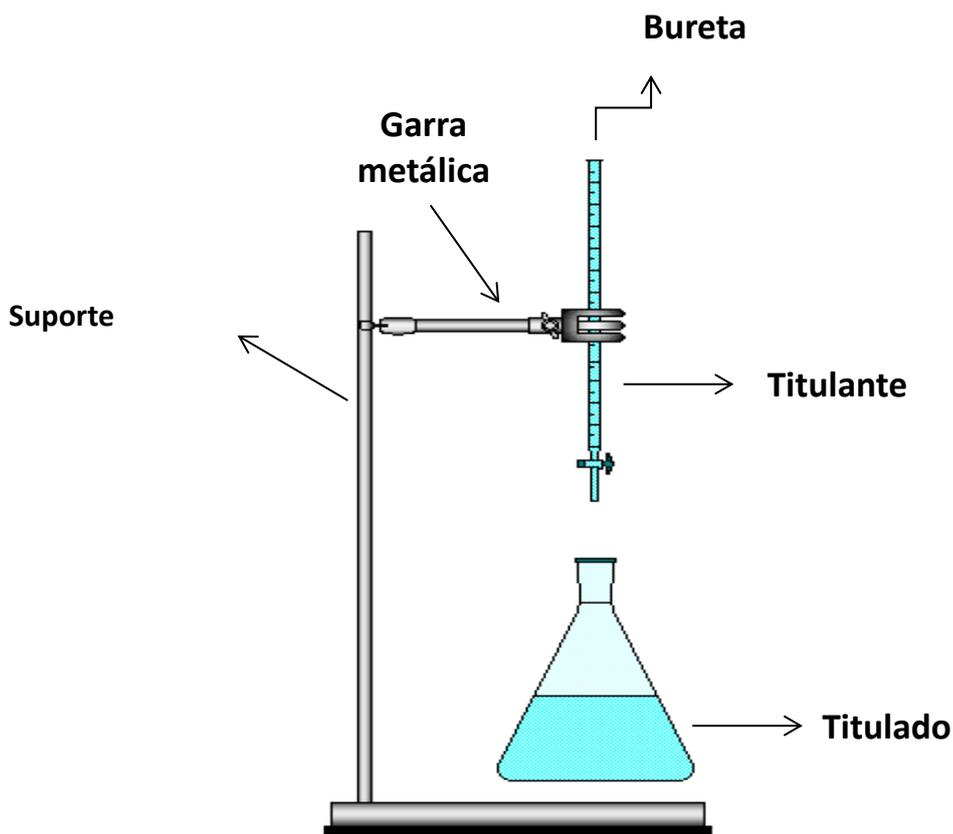

Figura 3.1 - Montagem da bureta no suporte universal.
No procedimento de padronização é utilizada a técnica de titulação, também conhecida como volumetria, que consiste em um método de análise quantitativa para determinar a concentração de uma solução desconhecida (titulado) a partir de uma solução de concentração conhecida (titulante). Para proceder a uma titulação, utiliza-se uma bureta conforme a Figura 3.1.
3. Fixe a bureta no suporte universal, conforme a Figura 3.1, e acerte o menisco na marca zero da bureta, lembrando-se das orientações para verificação da altura do menisco descritas na Figura 1.1.